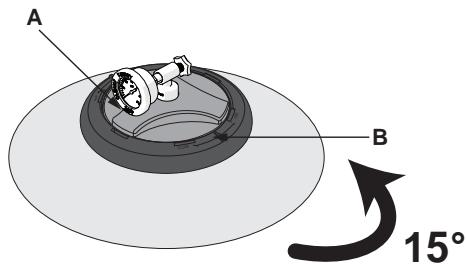

Figure 7. Desserrer le volant de réglage
- Veillez à ne pas déloger le conduit de ventilation et l'écran de ventilation. Voir Figure 7.
12. Assurez-vous que le conduit de ventilation automatique est en place (fileté dans le diffuseur) et que l'écran de ventilation est installé sur le dessus du conduit de ventilation. Voir Figure 7.
1. Tourner la manette (A) dans le sens anti-horaire jusqu'à ce qu'il se desserre. Fig. 7
3. Avant de retirer le couvercle, tournez-15° dans le sens anti-horaire (B) Fig. 7. Soulevez l'ensemble de couvercle par la main roue.